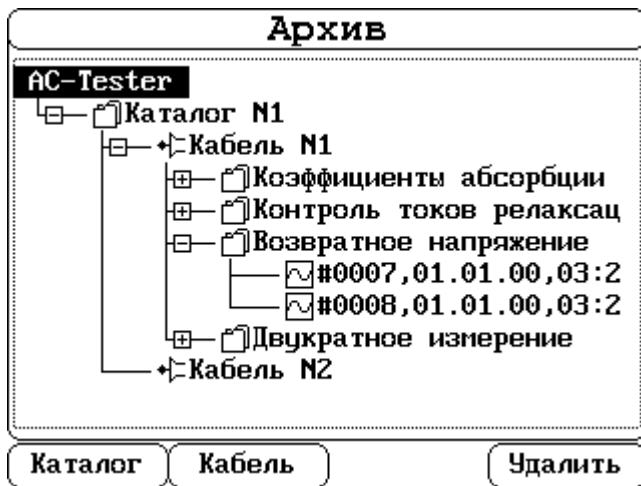
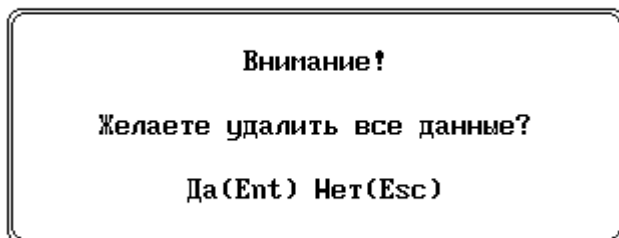

Рис. 3.40 Меню «Архив»
Рис. 3.45 Диалоговое окно удаления всех данных архива
Меню «Архив» используется для просмотра сохранённых в FLASH памяти прибора AC-Tester замеров и представляет собой древовидную структуру (см. рис. 3.40).
Главный элемент AC-Tester является корневым каталогом древовидной структуры (см. рис. 3.40); установив курсор на него, можно произвести следующие действия:
2) Создание нового объекта измерения (кабеля, обмотки и т.д.) в корневом каталоге AC-Tester (клавиша «F2»). После нажатия «F2»-«Кабель» на корневом каталоге AC-Tester (см. рис. 3.40) откроется всплывающее меню для ввода имени нового объекта измерения:
3) *Удаление всех данных архива* – очистка FLASH памяти прибора (клавиша «F4»). После нажатия «F4»-«Удалить» на корневом каталоге AC-Tester (см. рис. 3.40) откроется диалоговое окно (см. рис. 3.45):